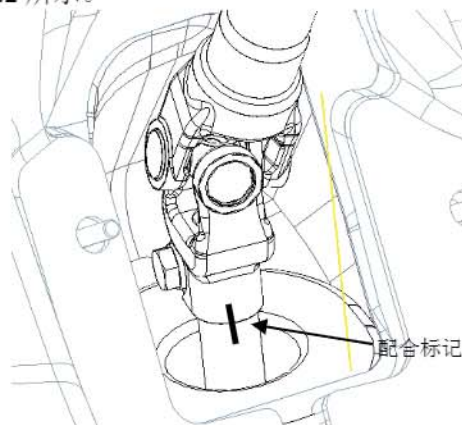

图 11.2 中间轴配合标记
- ① 在中间轴下端与转向器输入轴配合处做好配合标记，如图 11.2 所示。
- ② 动转向盘，使螺栓处于方便操作的位置，松开螺栓，拔出中间轴。